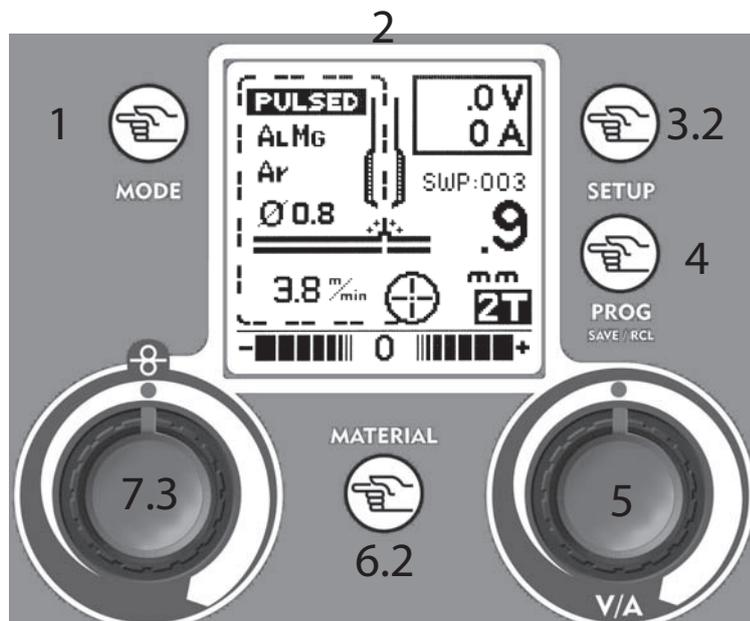

Рисунок 12
**Кнопка «Mode» (поз.1 рис.12)**
**Функции MIG/MAG . Кнопка «Setup» (поз. 3.2.рис.12).**
В режиме MIG/MAG нажмите кнопку «Setup» для входа в меню изменения параметров. Используйте кнопку «Setup» для перемещения по меню параметров. Для изменения значений параметров воспользуйтесь «Правой регулировочной ручкой» (поз. 5 рис.12)